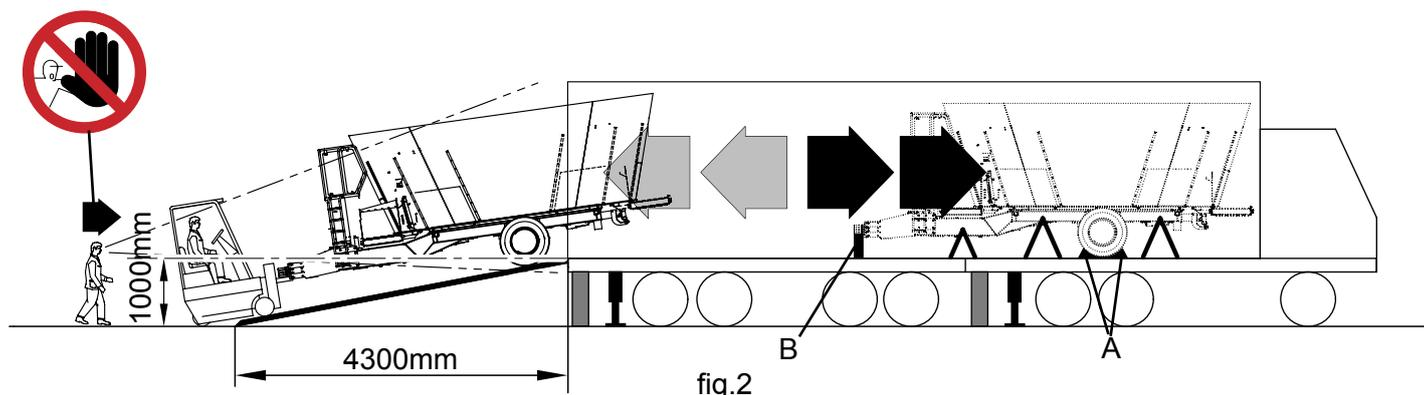

fig.2
Pedana inclinata (fig.2).
Portare la macchina agganciata ad un carrello elevatore o trattore in linea con le pedane (part.A), spingere lentamente il carro nel mezzo di trasporto (freccia nera fig.2) bloccare le ruote con cunei (A), posizionare uno zoccolo (B) sotto il timone e fissare la macchina con 6 corde negli attacchi prestabiliti e segnalati da adesivo.
Esempio di riferimento: altezza pianale di carico 1000mm, lunghezza della pedana utilizzata 4300mm (vedi fig.2).
Salire sulle pedane con carrello elevatore o trattore, togliere le 6 corde che fissano il carro e i cunei che bloccano le ruote, agganciare il carro al carrello o trattore e trainarlo lentamente (freccia grigia fig.2).